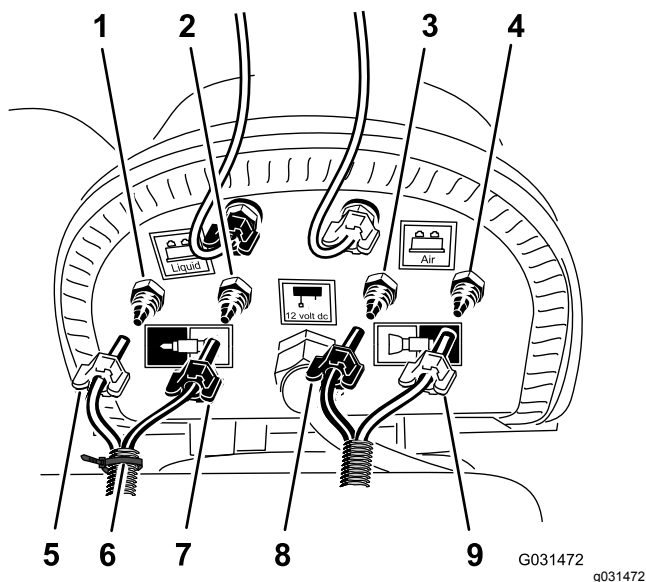

Bild 23
1. Befestigen Sie an der Anschlussplatte des Kompressors für den Schaummarkierer einen Kabelbinder um den durchsichtigen und blauen Schlauch für den rechten Auslegerabschnitt (Bild 23).
- Lösen Sie die Druckmutter für die zwei durchsichtigen und zwei blauen Schläuche für die Schaumdüsen am linken und rechten Auslegerabschnitt (Bild 23).
- Entfernen Sie die vier Schläuche von den Druckanschlusstücken für die Auslegerabschnitte (Bild 23).